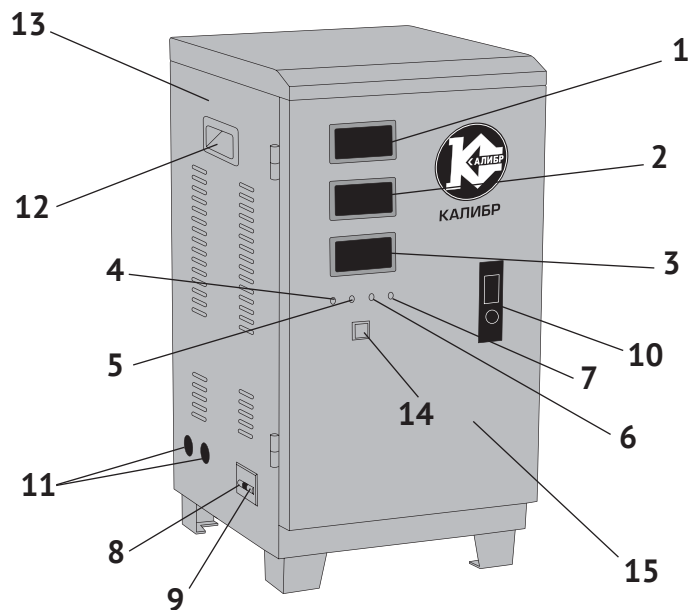

рис. 1
1.6 Внешний вид\* стабилизатора представлен на рис.1
1.7 В металлическом корпусе (рис.1 поз.13) размещены основные узлы стабилизатора: автотрансформатор, сервопривод, блок управления и защиты, вольтодобавочный трансформатор, блок клеммных зажимов и встроенный вентилятор для охлаждения трансформаторов и других компонентов. На передней
панели (рис.1 поз.15) закреплены цифровые дисплеи и индикаторы, отображающие рабочие режимы и выключатель максимальной токовой защиты. Органы управления стабилизатора (автовыключатели «Сеть» и «Байпас») расположены внизу, на боковой панели. Для доступа к клеммным зажимам подключения сети, нагрузки и заземления стабилизатора необходимо открыть дверцу (переднюю панель), нажав кнопку замка (рис.1 поз.10).
1.8 Амперметр (рис.1 поз.1) на передней панели показывает силу тока подключённых потребителей. Дисплей (рис.1 поз.2) показывает напряжение на входе в стабилизатор (напряжение питающей сети). Дисплей (рис.1 поз.3) показывает напряжение на выходе стабилизатора. Индикатор (рис.1 поз.4 - зелёный) светится постоянно после подключения питающей сети, если напряжение на входе - в пределах регулируемого диапазона (140-260В). Индикатор (рис.1 поз.5 - красный) включается при превышении входного напряжения верхней границы регулируемого диапазона – 260 В. Индикатор (рис.1 поз.6 - жёлтый) включается при падении входного напряжения ниже границы регулируемого диапазона – 140В. Индикатор (рис.1 поз.7 - красный) включается при срабатывании токовой защиты (выключатель рис.1 поз.14 – включён) или защиты от перегрева. Автоматический выключатель «Байпас» (рис.1 поз.9) включают при стабильном напряжении питающей сети, а так же при выходе из строя силовой сети стабилизатора или электронных цепей управления, когда нет необходимости (или возможности) работы стабилизатора. При этом автоматический выключатель «Сеть» - в положении выключено. При включении выключателя «Сеть» (рис.1 поз.8), выключатель «Байпас» автоматически отключается.